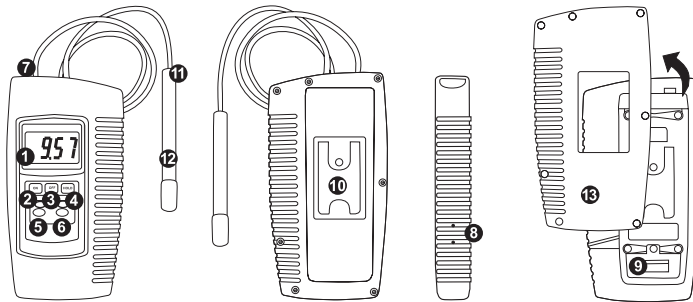

Abbildung 1
1. Leitfähigkeits-Elektrode (Figure 1, 12) mit dem Elektrodenanschluss verbinden (Abb. 1, 7).
3. Bereich 2 mS/cm oder 20 mS/cm mit der entsprechenden Taste auswählen (Abb. 1, 5 oder 6).
4. Leitfähigkeits-Elektrode (Abb. 1, 11) in die Probe eintauchen. Elektrode mehrere Male hin und her bewegen um Luftbläschen von der Elektrode zu entfernen. Hierdurch wird der Messwert stabil. Das Gerät zeigt den Messwert in mS/cm.